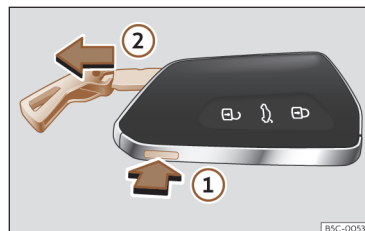

Fig. 65 Llave del vehículo: extraer el espadín.
- Pulse el botón >>> fig. 65 ① para hacer salir la argolla a modo de llavero y poder extraer el espadín ②. Si presiona ligeramente sobre la argolla, esta se quedará fija a modo de llavero.
- Pulse el botón >>> fig. 65 ① para desbloquear. Mantenga pulsado el botón ① y al mismo tiempo tire de la argolla en la dirección de la flecha >>> fig. 65 ② para extraer completamente el espadín.